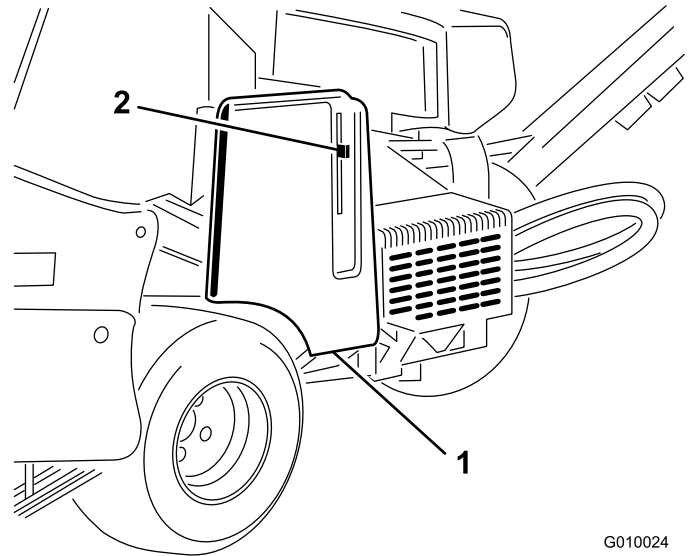
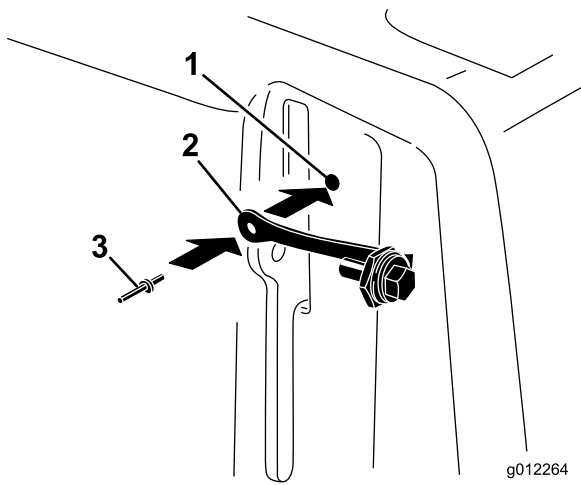

图8
图9
1. 找到皮带罩上紧靠门锁杆的孔（图8 和图9）。
2. 使用弹伸铆钉将系索总成安装到皮带罩上的孔（图9）。